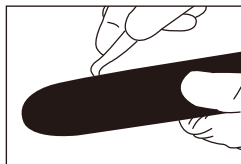
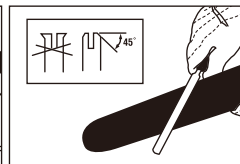

Рисунок 24
Рисунок 25
**НАПРАВЛЯЮЩАЯ ШИНА** – для обеспечения равномерного износа шину следует перетачивать через каждые 8 часов эксплуатации. Прочищайте канавку шины и смазочное отверстие с помощью специального очистителя (не входит в комплект поставки) (рис. 24). Регулярно проверяйте направляющие шины на предмет отсутствия износа и при необходимости удаляйте неровности и подправляйте направляющие с помощью плоского напильника (рис. 25).